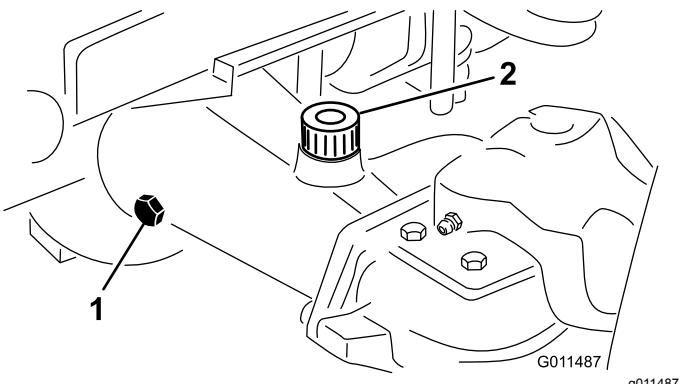

Bild 18
2. Entfernen Sie eine Prüfschraube aus einem Ende der Achse und stellen sicher, dass das Öl die Unterseite des Lochs erreicht (Bild 18).